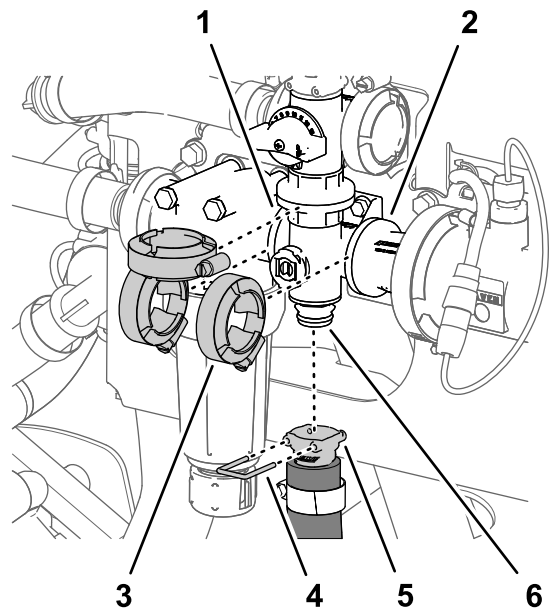
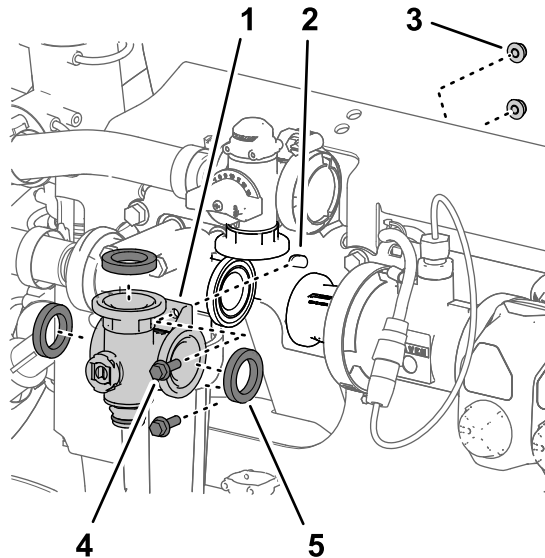

図 131
図 130
1. 攪拌バルブマニホルドのフランジ、ガスケット 3枚、攪拌バイパスバルブのフランジ、圧力フィルタのヘッド、カップリングアダプタを整列させる 図 130と図 131。
2. 攪拌バルブマニホルドを、攪拌バイパスバルブ、圧力フィルタのヘッド、カップリングアダプタに仮止めする 図 131 攪拌マニホルドバルブの取り外し \(ページ 77\) で外したフランジクランプ3個を使用する。
5. フランジクランプ3個を手締めする 図 131。
6. 攪拌ホースのクイックコネクタカップラを、攪拌バルブマニホルドのクイックコネクタフィッティングに組み付けて、クイックコネクタピンで固定する 図 131。